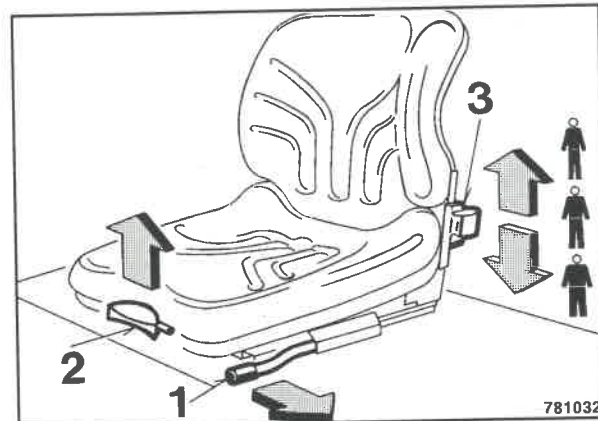

Fig. 39
- Disinnestare la leva 1 (Fig. 39) e regolare il sedile in direzione longitudinale.
- Tirare la leva (2) verso l'alto e regolare lo schienale.
- Registrare il peso del conducente con la leva (3).